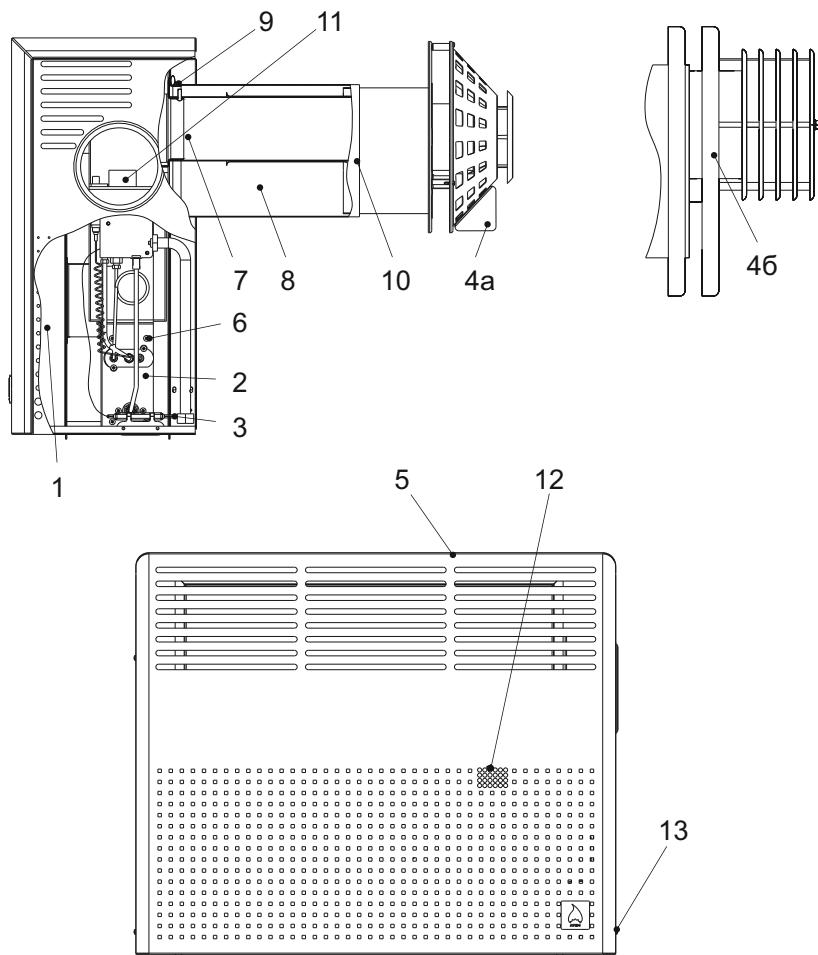

Рис. 1. Устройство конвектора
5.1. Конвектор (рис.1) состоит из таких основных частей: корпуса с герметичной камерой горения, дымовоздушного блока, газогорелочного устройства, крышки, закрывающей верхний проем, облицовочного кожуха. Для обеспечения герметичности камеры горения конвектора между корпусом и дымовоздушным блоком, газогорелочным устройством, крышками установлены прокладки из базальтового картона.
6.3. Установка конвектора должна выполняться в соответствии с требованиями норм и стандартов, действующих в стране Покупателя, а также в соответствии с таблицей 3, в таком последовательности: (см. рис. 1,2)